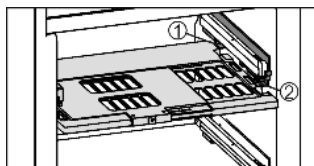

Fig. 9
- ▶ Поставяне на плочата за регулиране на влажността: Пъхнете шийките на капана на плочата отдолу в задния държач Fig. 9 (1) и фиксирайте отпред в държача Fig. 9 (2).